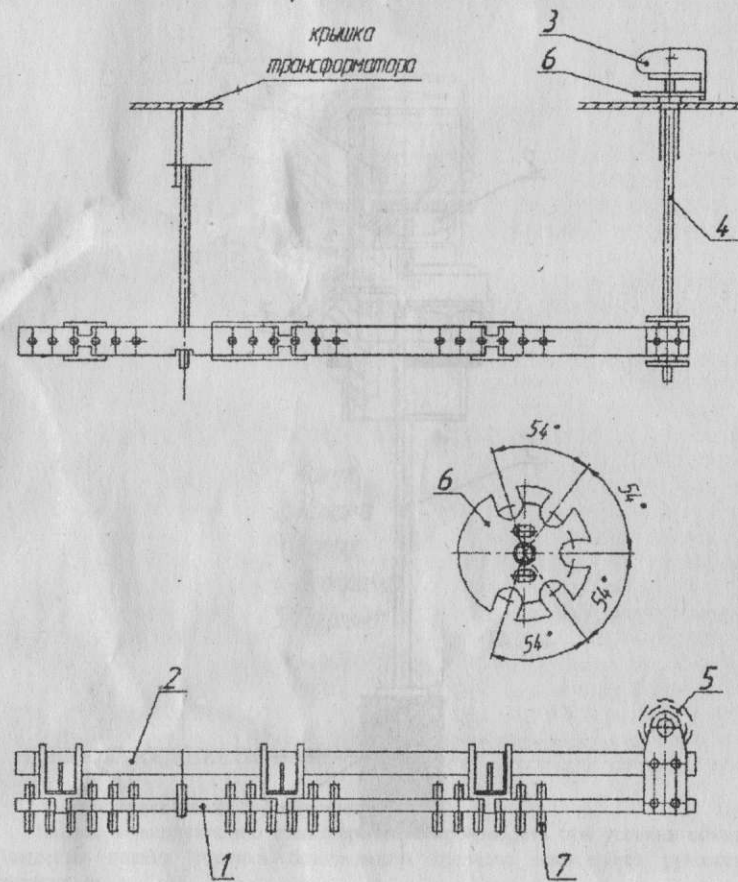

Рис. 2
- оттянуть рукоятку 3 рис. 2 вверх до упора, повернуть до совмещения указателя с нужным положением переключателя, отмеченным на диске 6 и опустить рукоятку фиксатором в паз диска, что обеспечит фиксацию переключателя на нужном ответвлении РО.
Примечание: Диск-указатель 6 рис. 2 крепится через овальные отверстия, что позволяет корректировать фиксацию положения переключателя.